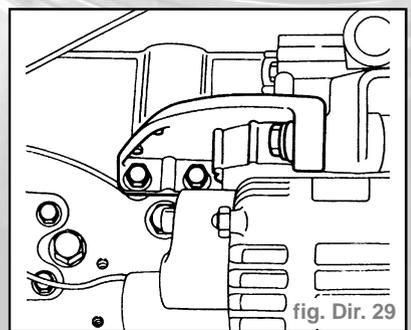

fig. Dir. 29
- dévisser les vis de fixation de l'étrier de support alternateur, déposer ensuite l'étrier (fig. Dir. 29).